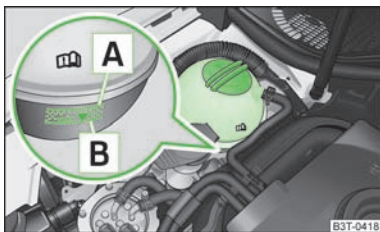

Fig. 162
- Verificați nivelul lichidului de răcire la vasul de expansiune al lichidului. » fig. 162. Când motorul este rece, nivelul lichidului de răcire trebuie să se afle între marcajele **b** (MIN) și **a** (MAX). Când motorul este cald, nivelul lichidului de răcire poate fi și puțin peste marcajul **a** (MAX).
- Aplicați o lavetă pe capacul vasului de expansiune a lichidului de răcire » fig. 162 și deșurubați **cu grijă** capacul.
Nu adăugați lichid de răcire peste marcajul **a** (max.) » fig. 162! La încălzirea motorului, surplusul de lichid de răcire va fi împins din sistemul de răcire prin supapa de suprapresiune din capacul vasului de expansiune.